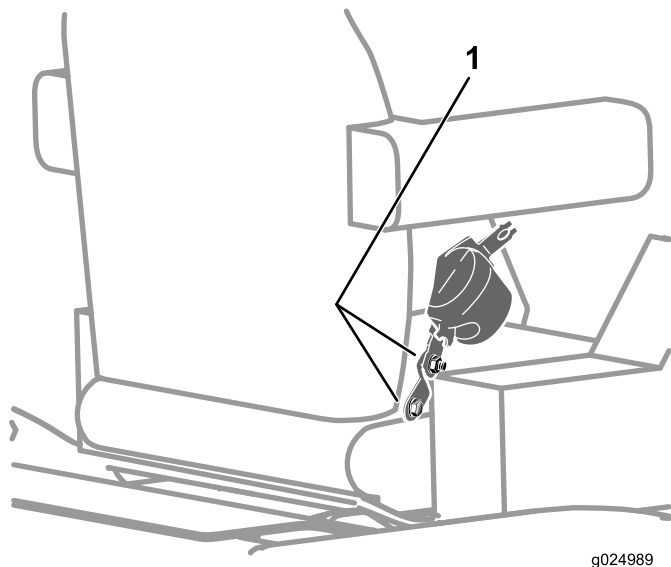

Figure 114
2. Vérifiez que les boulons et écrous qui fixent l'enrouleur et la boucle de la ceinture de sécurité au siège sont serrés à un couple de 47 à 61 Nm (35 à 45 po-lb); voir Figure 114.